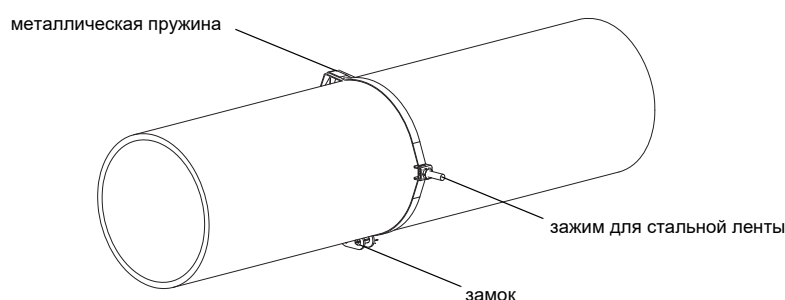

Рис. 8.9: Стальная лента с зажимом для стальной ленты и металлической пружиной на трубе
Сначала к трубе крепится только одна стальная лента (смотри Рис. 8.9). Вторая стальная лента устанавливается позже.
- Разместите замок и зажим для стальной ленты на трубе (смотри Рис. 8.9). При измерении на горизонтальных трубах по возможности установите зажим для стальной ленты сбоку на трубе.
- Разместите замок, металлическую пружину и зажим для стальной ленты на трубе (смотри Рис. 8.9).
- Разместите замок, металлическую пружину (если необходимо) и зажим для стальной ленты на трубе (смотри Рис. 8.9).